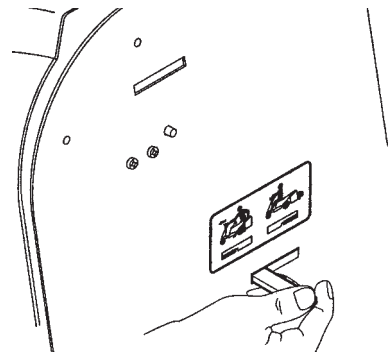

Figure 12
3. Insérez la tige de commande de transmission et poussez-la vers la gauche pour la bloquer en position (Fig. 12). Cela a pour effet de débrayer la transmission et de permettre aux roues de tourner librement.
2. Poussez la tige de commande de transmission vers la droite et retirez-la (Fig. 12). Cela a pour effet d'embrayer la transmission.